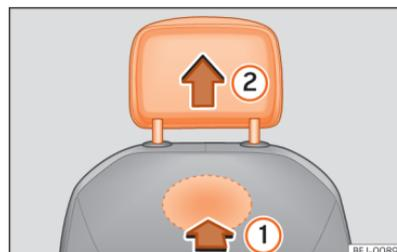

Fig. 67 Encosto de cabeça dianteiro: desmontagem.
- Para desbloqueá-lo, procure o entalhe situado na parte traseira do encosto na zona marcada e pressione no sentido da seta »» Fig. 67 ①.
- Retire o encosto de cabeça no sentido da seta ②.